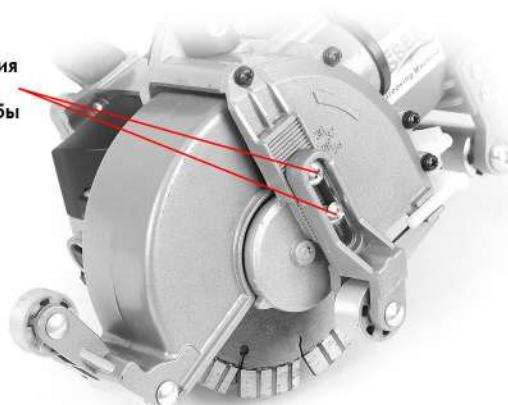

Рис.4
6. Ослабив с двух сторон винты крепления регуляторов глубины штробы, выставьте требуемую глубину штробы, зафиксируйте её. Двусторонняя регулировка глубины штробы позволяют установить 36, 32, 28 и 24 мм. глубину штробы. (Рис. 4)